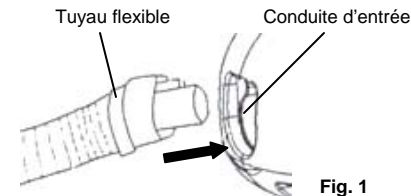

Fig. 1
1. Insérez le tuyau flexible dans la conduite d'entrée d'air. Poussez jusqu'à ce que vous entendiez un déclic indiquant que le tuyau flexible est en place. (Fig. 1)